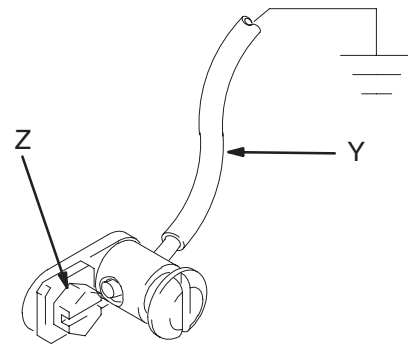

Fig. 1
1. *Pompes King*: utiliser un fil et une pince de terre. Voir la Fig. 1. Enlever la vis de terre (Z) et l'introduire dans l'œil de la cosse située à l'extrémité du fil de terre (Y). Réfixer la vis de terre sur la pompe et bien serrer. Brancher l'autre extrémité du fil sur une véritable terre. Pour commander le fil et la pince de terre, indiquer la réf. no. 222011.